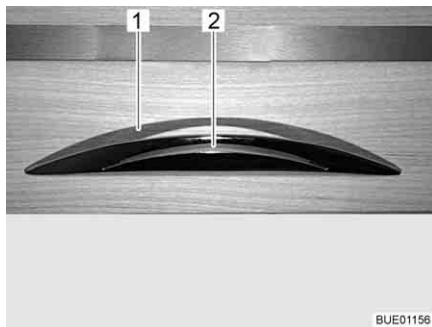

Fig. 47 Sportello del mobile con maniglia di sbloccaggio
- Premere la maniglia di sbloccaggio (Fig. 47,2) e mantenerla premuta.
- Tirare la maniglia di sbloccaggio (Fig. 47,1) finché lo sportello del mobile non si apre.